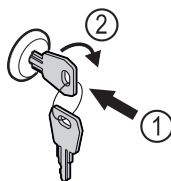

Fig. 45
- ▶ Вдавити ключ Fig. 45 (1).
- ▶ Повернути ключ на 90° за годинниковою стрілкою Fig. 45 (2).